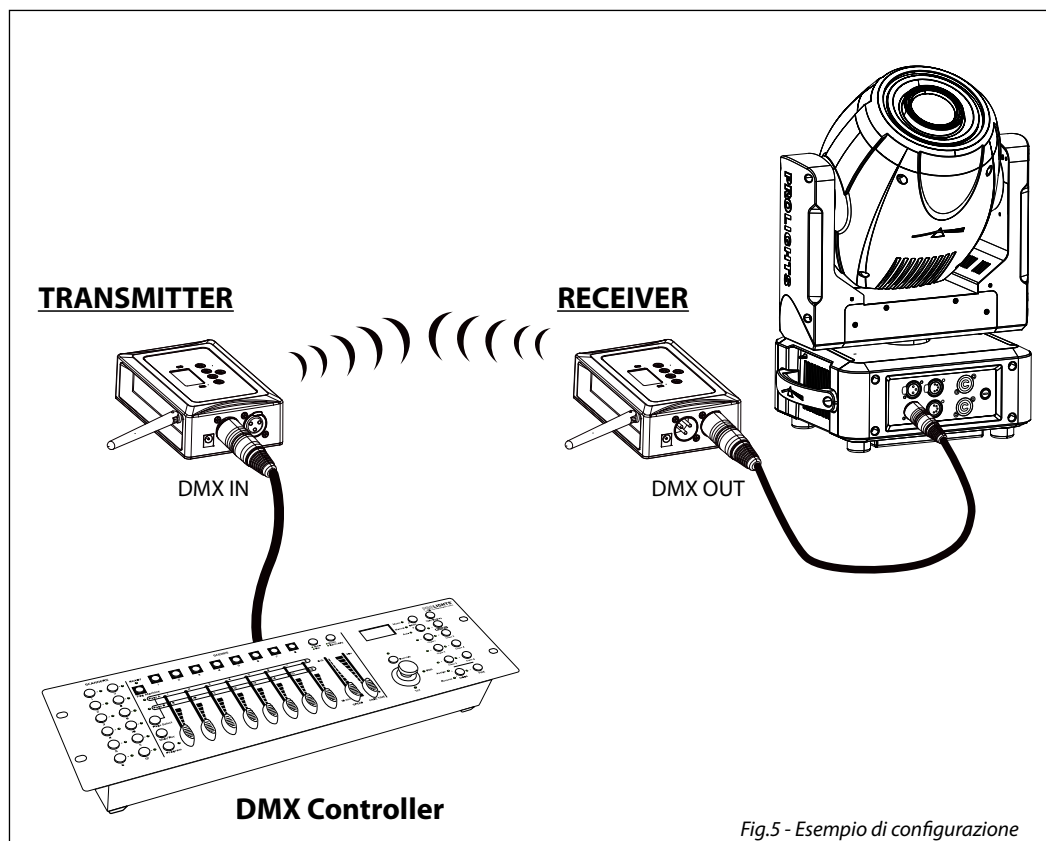

Fig.5 - Esempio di configurazione
- unità ricevente ed essere collegato a proiettori luci compatibili (fig5).